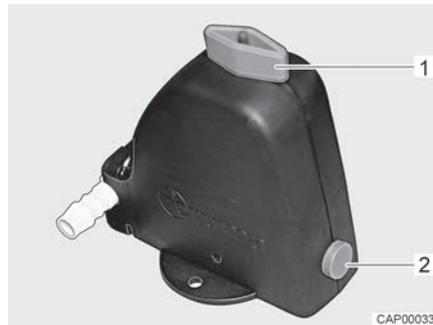
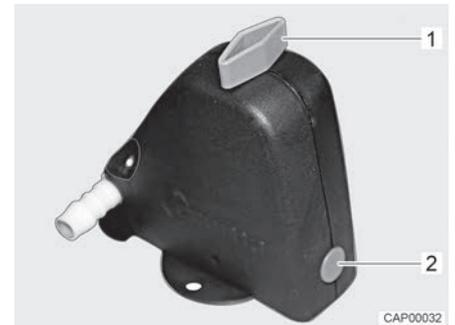

Bild 110 Sicherheits-/Ablassventil geöffnet
Bild 111 Sicherheits-/Ablassventil geschlossen
- Sicherheits-/Ablassventil schließen. Dazu Drehknopf (Bild 110,1) quer zum Sicherheits-/Ablassventil drehen und Druckknopf (Bild 110,2) hineindrücken. Das geschlossene Sicherheits-/Ablassventil ist in Bild 111 dargestellt. Bei Temperaturen unter 6 °C lässt sich das Sicherheits-/Ablassventil nicht schließen.